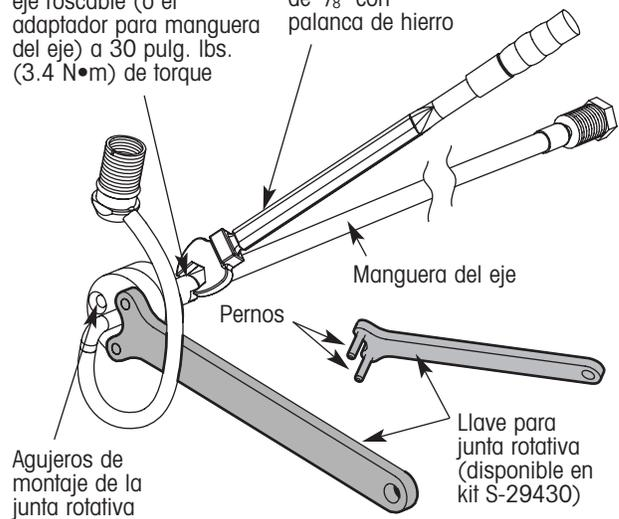

Figura 13a. Uso de la llave para junta rotativa
- Usando la llave para junta rotativa (figura 13a), rosque la junta rotativa roscable dentro de la manguera del eje roscable (o en el adaptador) y apriete a 30 pulg. lbs. (3.4 N•m) de torque.